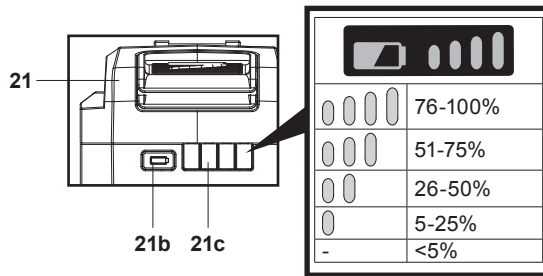

Fig. 15
La batterie (21) est équipée d'indicateurs de capacité de la batterie (21c) qui affichent sa capacité restante. Appuyer sur le bouton de capacité de la batterie (21b) pour en vérifier la capacité (Fig. 15). Les LED restent allumées pendant environ 5 secondes.